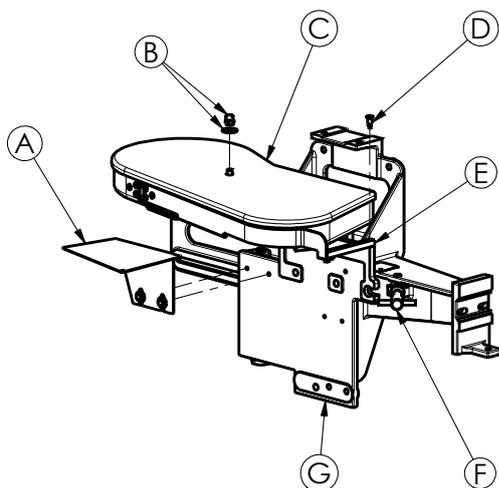

Fig. 3
Remove belt guard support (A, Fig. 3) if required.
Loosen cap nut (B, Fig. 3) and remove the belt guard cover (C).
Now push back the hinged mounting plate (G, Fig. 3) with the attached sewing machine and lock it with tommy nut (F). Refasten the connecting rod (E) with screw (D) on the mounting plate (G). Remount the belt guard cover (C) and secure it with the cap nut (B).
Riemenschutzergänzung (A, Fig. 3) bei Bedarf entfernen.
Lösen Sie die Hutmutter (B, Fig. 3) und entfernen Sie den Riemenschutzdeckel (C).
Drücken Sie nun die schwenkbare Aufnahmeplatte (G, Fig. 3) mit der Nähmaschine nach hinten und ziehen Sie diese mit der Knebelmutter (F) fest. Befestigen Sie die Verbindungsstange (E) mit der Schraube (D) wieder an der Aufnahmeplatte (G). Setzen Sie den Riemenschutzdeckel (C) ein und befestigen Sie ihn mit der Hutmutter (B).